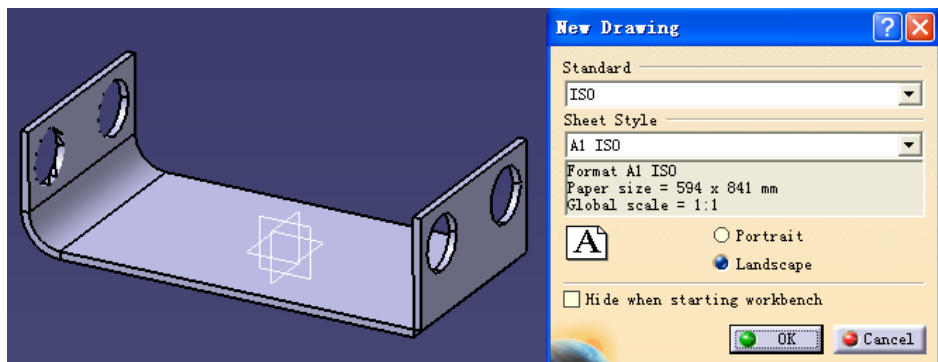

图 8-8
(1) 点击窗口下方的  后，选择 Drawing，在出现的对话框中设定属性（见图 8-8）。